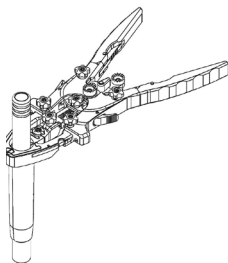

Figura 8
- Deslice las hojas del retractor alrededor del **introdutor negro** (ML-0518); después, deslice el retractor en el **dilatador de 18 mm** (figura 8). El introductor ayudará a colocar el retractor suavemente sobre el **dilatador de 18 mm**. Una vez que las hojas están acopladas sobre el **dilatador de 18 mm**, se puede quitar el **introdutor negro**.